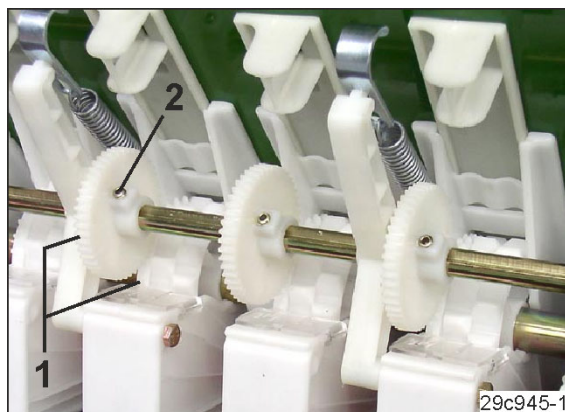

Fig. 130
13. Angrenați dinții (Fig. 130/1) pinioanelor de antrenare cu discurile de distribuție fine pentru cărările tehnologice.